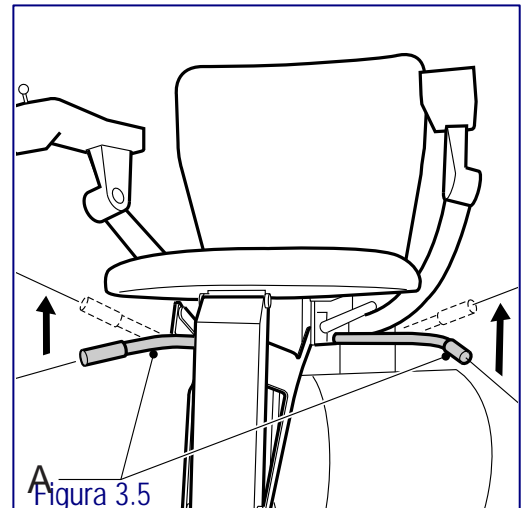

Figura 3.5
- Desbloquee la silla empujando la palanca de giro (vea figura 3.5 A) en forma ascendente. La silla ahora puede ser girada a la dirección deseada para que usted se levante.